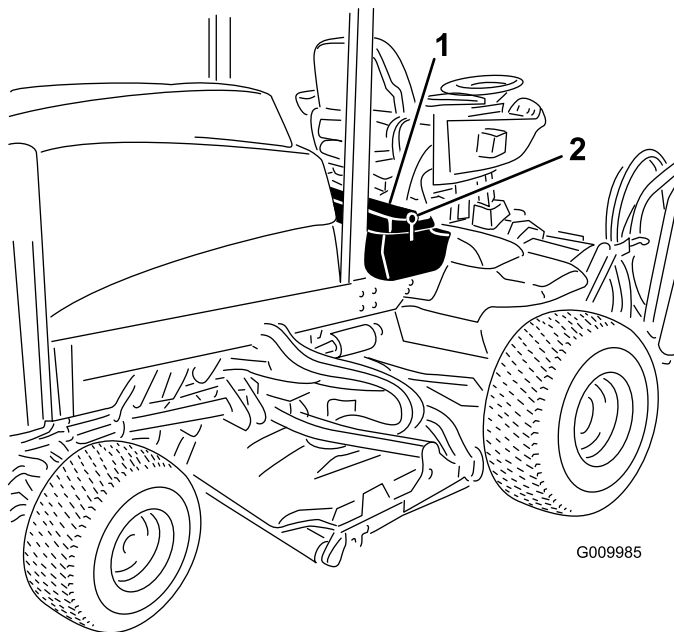

図 60
1. 運転席のコンソールパネルのラッチを外して持ち上げる 図 60。